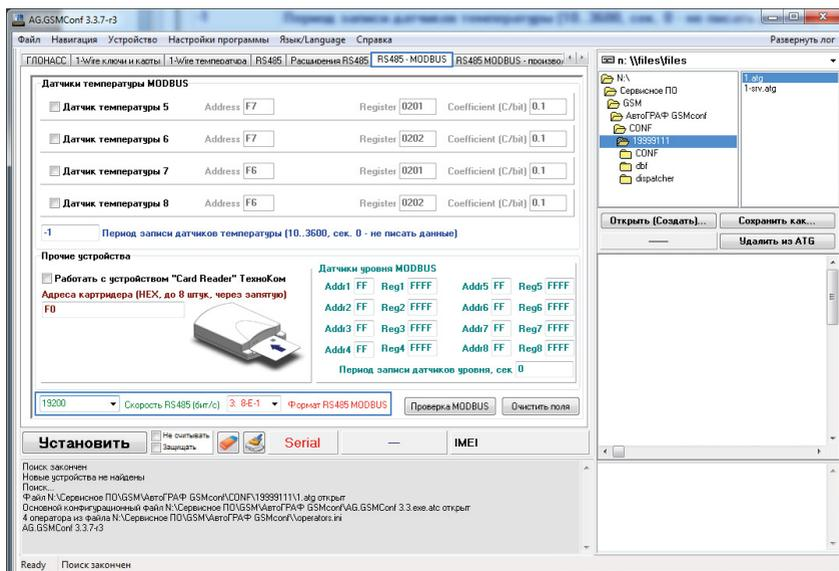

Рис.33. Настройка скорости шины RS-485 контроллера «АвтоГРАФ».
- перейти на вкладку «RS485-MODBUS», затем настроить «Скорость RS485 (бит/с)» и «Формат RS485 MODBUS» (Рис.33). **Скорости и форматы шин RS-485-Modbus (RS-485-1) контроллера «АвтоГРАФ» и датчиков «ТКАМ», подключенных к контроллеру, должны быть согласованы.**